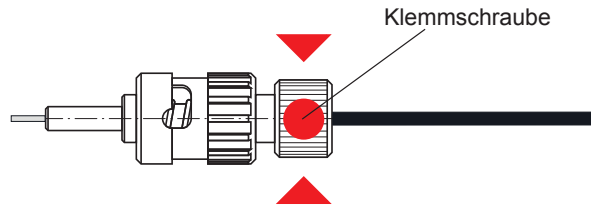

Bild 4 Klemmbereich
- Durch das Anziehen der hinteren Klemmschraube (so fest wie möglich von Hand!) (siehe Bild 4) wird das POF-Kabel im Steckverbinder festgeklemmt.